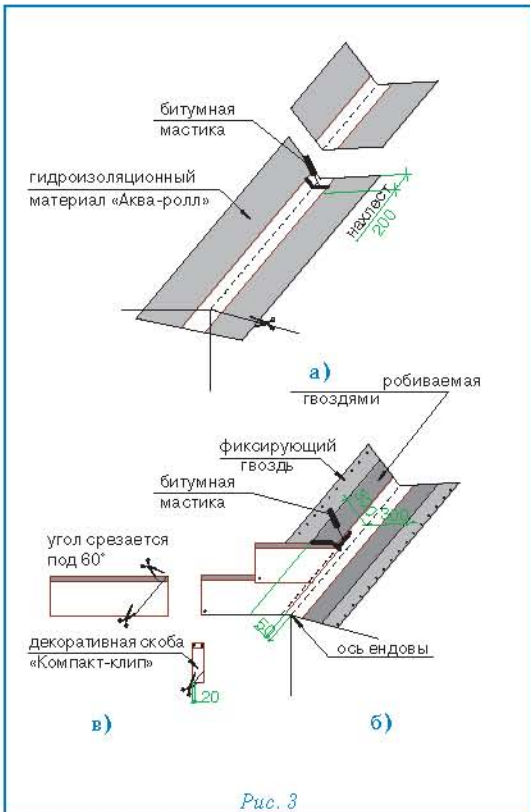

Рис. 3
Ендова (рис. 3)
- ровно по центру ендовы расстилается специальный рулонный материал «Аква-ролл», фиксируется в верхней части двумя гвоздями и обрезается в нижней части по линии карниза (рис. 3а);
Внимание: 1. «Аква-ролл» должен доходить до линии конька и заводится за нее. **2.** «Аква-ролл» укладывается с нахлестом 20 см, место нахлеста тщательно обрабатывается битумной мастикой (рис. 3а).
- непосредственно перед укладкой в ендову черепицы, защитная пленка с лицевой стороны «Аква-ролла» снимается и на самоклеящуюся поверхность укладываются листы черепицы, обрезанные в соответствии с заранее отбитыми линиями (рис. 3б);
Внимание: 1. Необходимо также подрезать верхний уголок обрезанного края листа (см. рис. 3в) для правильного стока воды.
2. Крепление обрезанного листа к медной части «Аква-ролла» осуществляется при помощи сплошной полосы битумной мастики (рис. 3б).
4. В случае, если скоба «Компакт-клип» приходится на место среза листа, можно либо обрезать накладку, оставив минимум 2 см в нижней части (рис. 3в), либо произвести укладку листов без использования накладки.